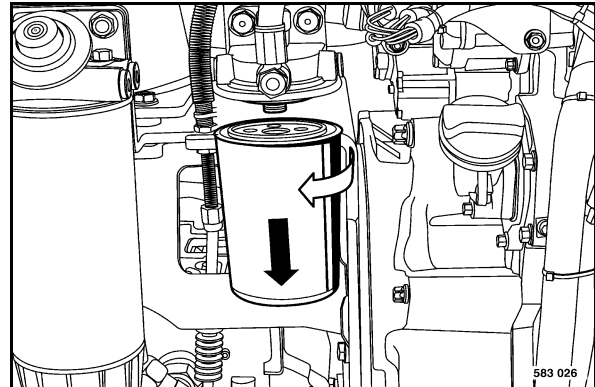

fig. 157
- Débloquer la cartouche de filtre (fig. 157) à l'aide d'une clé à bande puis la dévisser à la main.